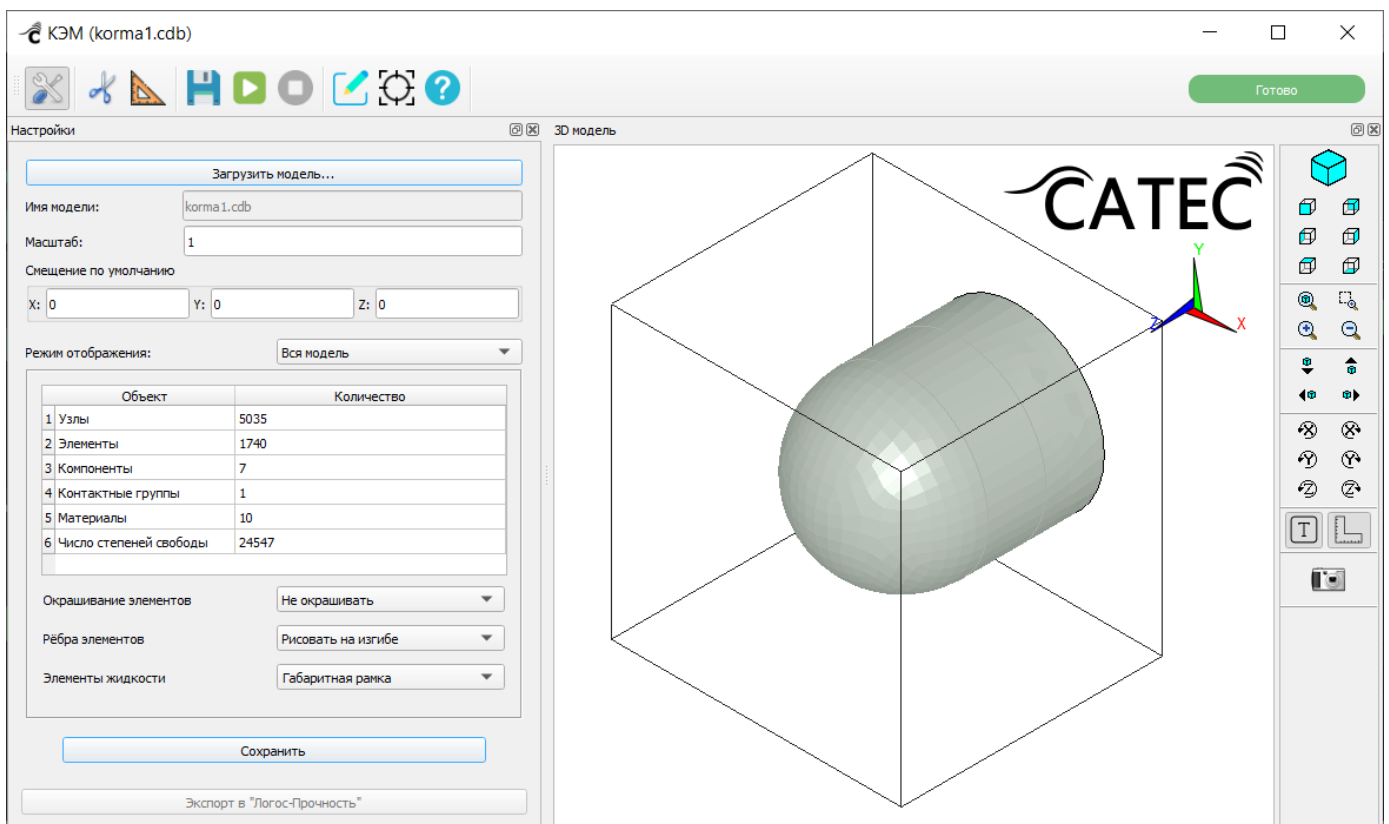

Рисунок 101 – Окно настроек карточки «КЭМ» после импорта модели и завершения расчета задачи карточки. Режим отображения «Вся модель»
- кнопка «Загрузить модель» – указать путь к файлу импортируемой модели в стандартном диалоговом окне Windows. После загрузки модель отобразится на сцене в правой части окна, а слева в таблице будет показана базовая информация о ней (Рисунок 101);
После успешного выполнения расчета задачи карточки в таблице информации о КЭМ отобразится дополнительная строка «Число степеней свободы», содержащая информацию о числе степеней свободы модели (Рисунок 101).